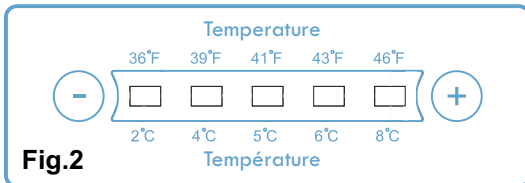

Fig.2
2. Retire los tapones de los orificios del lado izquierdo y colóquelos en el lado opuesto (vea la ilustración 2).
- Hay un panel digital indicador de la temperatura en el compartimiento del refrigerador (ver Fig. 2). Los dígitos de arriba están en grados Celsius y los de abajo están en grados Fahrenheit.